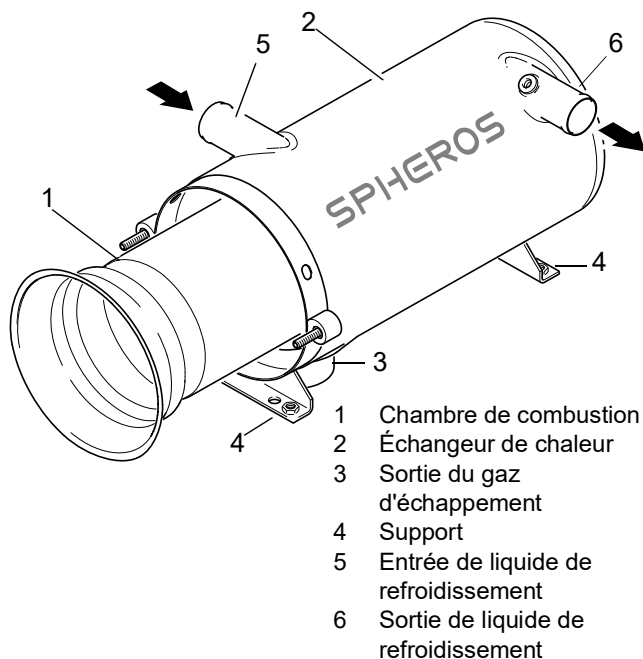

Fig. 805 Montage et démontage de la chambre de combustion
2. Sortir la chambre de combustion (1, Fig. 805) de l'échangeur de chaleur (2).
1. Faire glisser la chambre de combustion (1, Fig. 805) dans l'échangeur de chaleur (2) jusqu'à la butée.
3. Sortir la chambre de combustion (1, Fig. 805) de l'échangeur de chaleur (2) (voir 8.10).
4. Si nécessaire, desserrer les colliers de serrage de la conduite de gaz d'échappement au niveau de la sortie du gaz d'échappement (3).
1. Placer l'échangeur de chaleur (2, Fig. 805) dans sa position d'installation et fixer le support (4) avec des vis, des écrous et des rondelles à chacun des points de fixation du véhicule.
2. Si nécessaire, fixer la conduite de gaz d'échappement sur la sortie du gaz d'échappement (3) avec des colliers de serrage.
3. Insérer les tuyaux du liquide de refroidissement au niveau de l'entrée (5) et de la sortie (6) de réfrigérant et les fixer avec des colliers avec $6 \pm 0,6$ Nm.